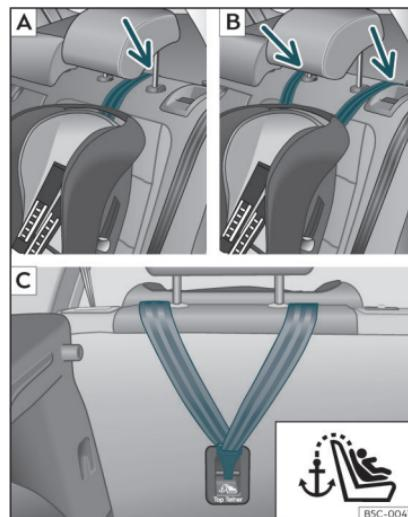
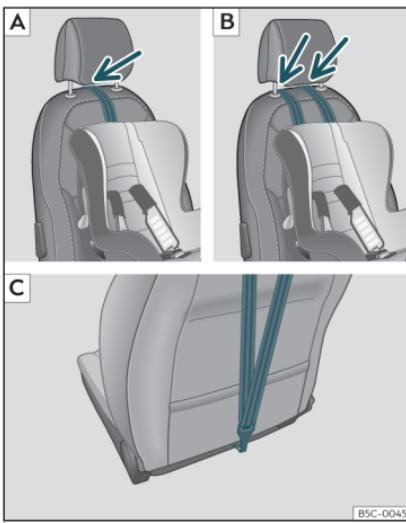

Fig. 33 Asientos traseros: ajuste y montaje en función del cinturón Top Tether.
Fig. 34 Asiento del acompañante: ajuste y montaje en función del cinturón Top Tether.
si fuera necesario) »» **fig. 33 [A]/[B]**, »» **fig. 34 [A]/[B]**.
- Deslice la correa y fíjela correctamente con el anclaje de la parte posterior del respaldo »» **fig. 33 [C]**, »» **fig. 34 [C]**.